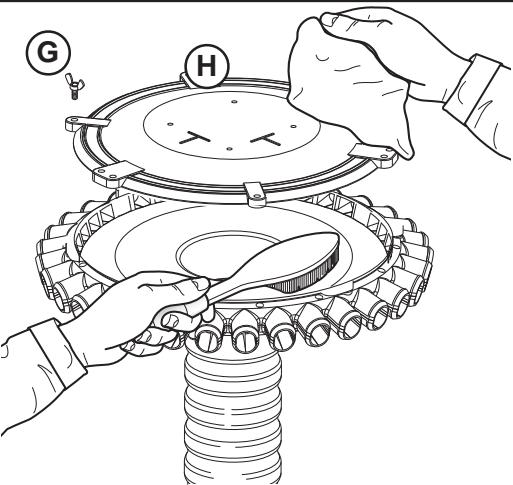
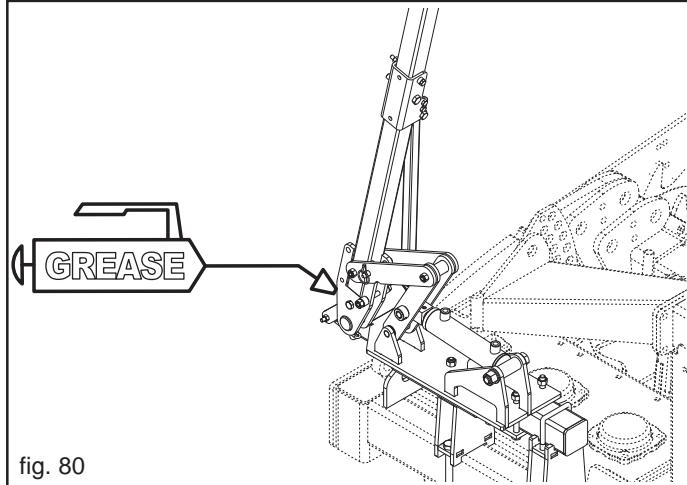
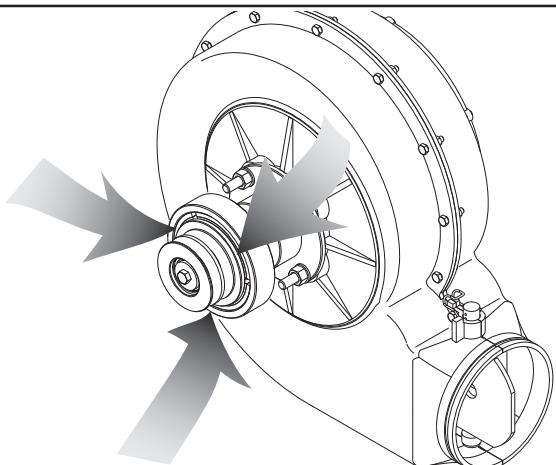

fig. 79
fig. 80
fig. 81
| TOUTES LES 50 HEURES DE TRAVAIL | <ul style="list-style-type: none"> - Effectuer un nettoyage complet et soigné du corps du doseur (voir cap. 3.4). - Effectuer un nettoyage complet et minutieux de la tête de distribution (Fig. 79): <ul style="list-style-type: none"> • Dévisser et enlever les écrous à ailettes (G); • Enlever le couvercle du distributeur (H); • Nettoyer avec une brosse les pièces en métal et avec un chiffon les pièces en plastique; • Remonter le couvercle et le fixer au moyen des écrous à ailettes. - Graisser la cheville du bras à tracer (Fig. 80). - Nettoyer la friction du souffleur au moyen d'un jet d'air (Fig. 81). |